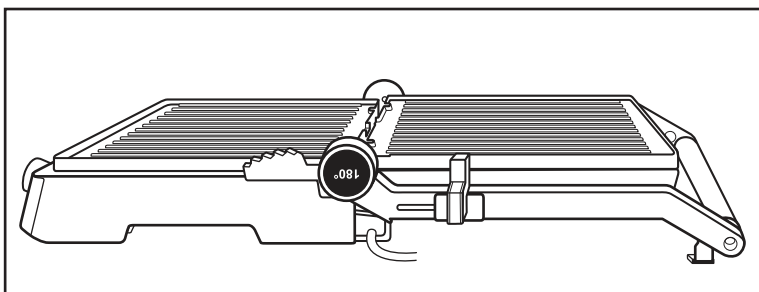

Fig. 2
- 3) As placas de aquecimento ❶ estão agora lado a lado e podem ser utilizadas como grelhador de mesa (fig. 2).